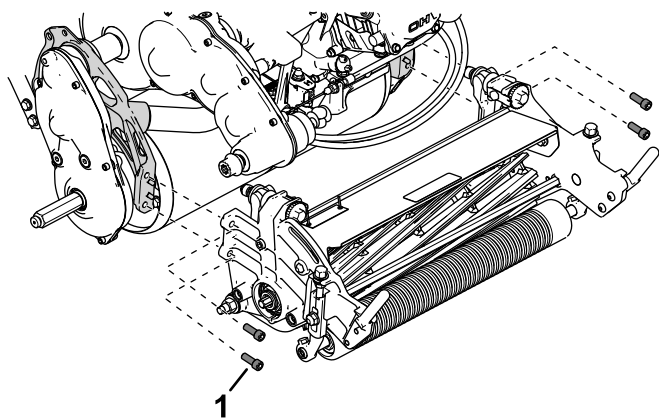

Рисунок 45
- Используйте 4 винта с внутренними шестигранниками для крепления режущего блока к раме (Рисунок 45).